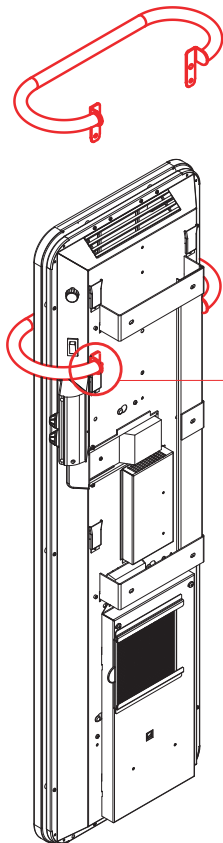

Fig. 1
- Présenter la ou les barres de séchage au dessus de l'appareil (Fig. 1).